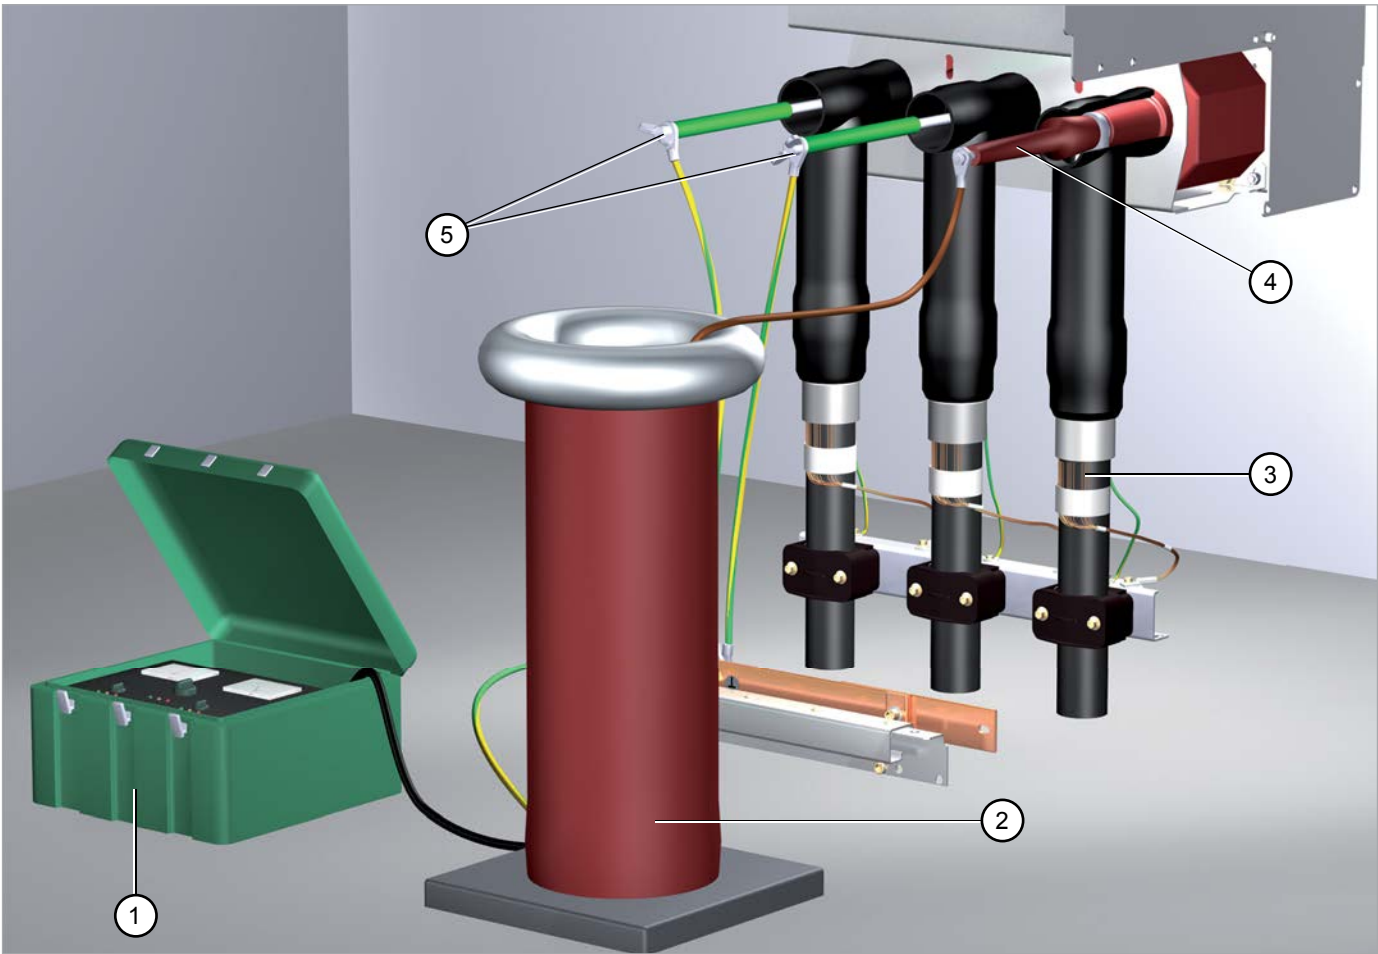

Fig. 71
8. Connecter l'adaptateur test au raccordement test et à l'appareil de contrôle (Fig. 71, page 77). Respecter les indications du fabricant.